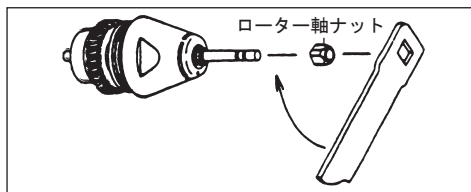

図15
- 3) 最後にローター軸ナットをテストバーに添って差し込み、ローターをしっかり押さえ、付属のローター軸ナット用レンチ⑱でしっかりと締め込んでください。(図15)